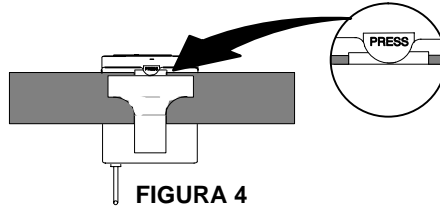

FIGURA 4
1. Oprimir la lengüeta marcada con la palabra "PRESS" y deslice su cinturón, artículo de vestimenta o tira de guitarra entre el cuerpo del transmisor y el gancho (Figura 4).